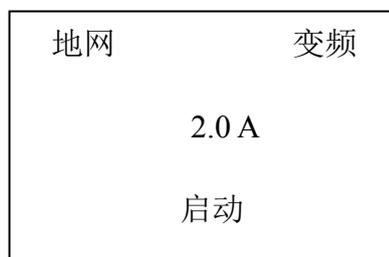
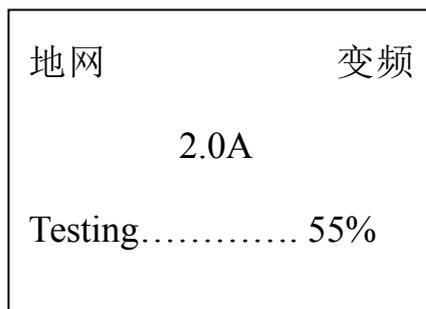
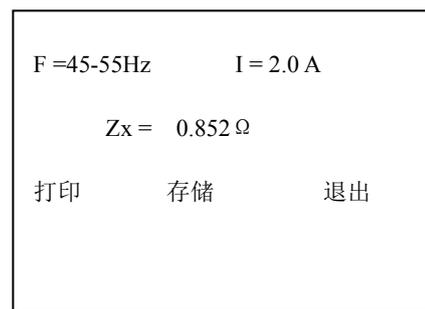

图 3
图 6
图 7
3.1、打开电源开关，计算机进行自检，液晶屏显示中文主菜单如图 3 所示。
3.5、测试：打开高压允许开关，当光标在测试项目上时，按**确认**键大约 5 秒钟开始测试。测试过程中显示的画面如图 6（地网，变频）所示，当下面的进程到 100%时候测试完毕，然后显示测量结果见图 7 所示，此时光标指示打印机图标，按确认键打印报告。测量结果的意义如下：
4.5、手动打印: 仪器测试完毕,出现图 7 所示的界面.按 键可以在“打印”,“退出”之间选择.如果选择“打印”,按一下“确认”键,就会打印结果.如果选择“退出”,按“向下”键是把试验结果储存起来,但一定要输入相对应的编号(三位数字显示),按一下“确认”键,就会返回初始界面如图 3 所示,当光标在“启动”上时,按"向下"查看储存的试验结果。